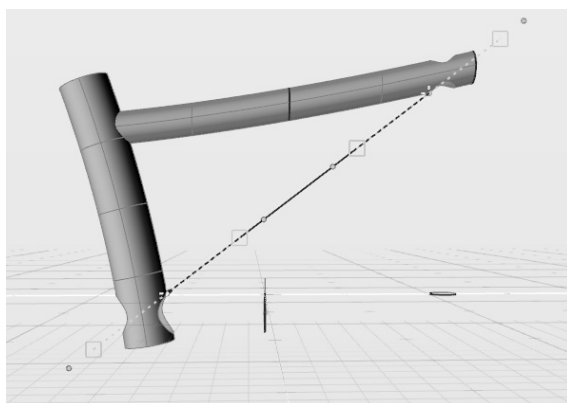

图 5-124 调整两个控制点的连续性为 G0 连续
6) 保持融合曲线仍被选中, 切换至“编辑参数”模式, 框选融合曲线的首尾两点, 在控制面板中, 调整它们的连续性为 G0 连续, 效果如图 5-124 所示。